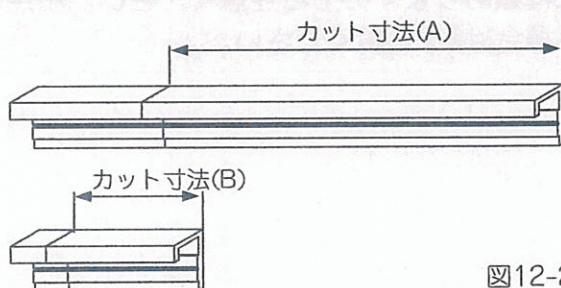

図12-2-1
①見切り部材(白色と黒色の2本)をそれぞれ所定の長さにカットしてください。(図12-2-1、12-2-2)